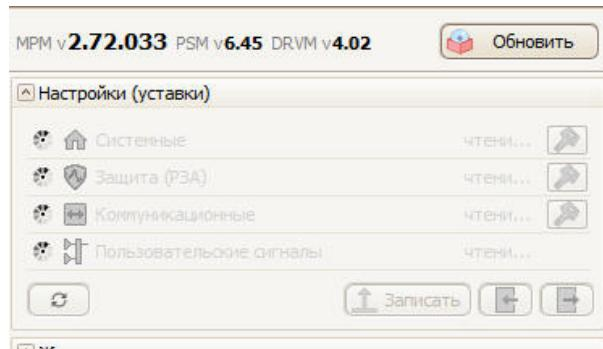

Рис.6.22. Область Настройки (уставки)
- Запустится процесс вычитки уставок из устройства (см.Рис.6.22). Ссылки для перехода в соответствующие настройки станет не активной, в строках соответствующих настроек появится надпись «чтение». Дождитесь полной выгрузки уставок из устройства.